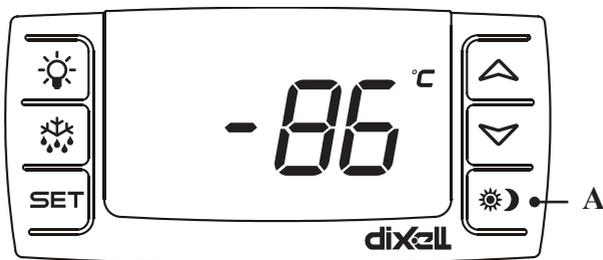

fig. 4
Apparatet er udstyret med en elektronisk styring (fig. 4)
**OBS:** Når strømmen tilsluttes første gang, skal der trykkes på knappen "A" (fig. 4), derved tilkobles alarmeren.